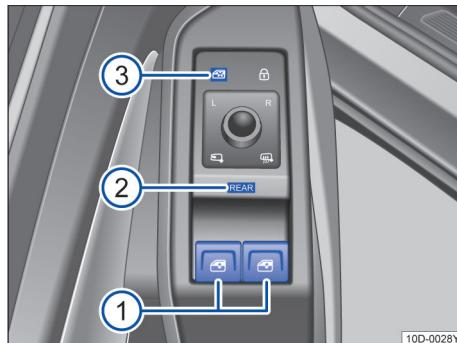

图 53 在驾驶员车门内：前部和后部电动车窗升降器的按钮
- ① 电动车窗升降器的按钮。
- ② 操作区 REAR 用于激活后部电动车窗升降器以及便捷开启及关闭的操作。
- ③ 操作区用于关闭后车门内的电动车窗升降器按钮。
默认情况下，可以通过按钮④→图 53 ① 操作前车门内的电动车窗升降器。
REAR 短暂按下操作区→图 53 ②，REAR 灯亮起，可激活后车门电动车窗升降器的操作。如果在激活后，未进行任何操作，大约 10 秒后恢复前车门电动车窗升降器的操作，REAR 灯亮熄灭。